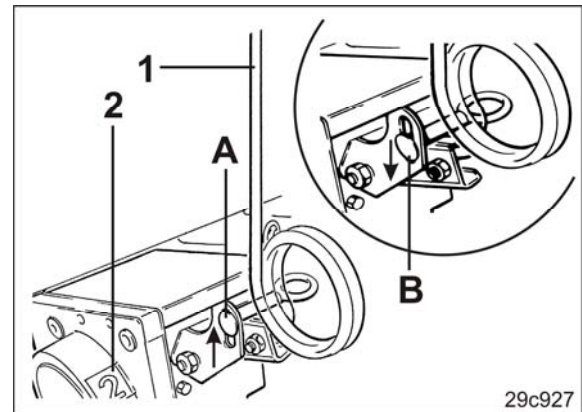

Fig. 196
2. Am Bedienhebel (Fig. 196/1) des Schaltkastens ziehen, wenn die Zahl (Fig. 196/2) im Fenster des Schaltkastens auf „0“ steht.
3. Klemmschraube (Fig. 196/A) lösen und im Langloch nach unten schieben und fest anziehen (siehe Fig. 196/B).
Der Fahrgassenzähler (Fig. 196/2) darf nicht „0“ zeigen. Sonst werden ständig Fahrgassen angelegt.